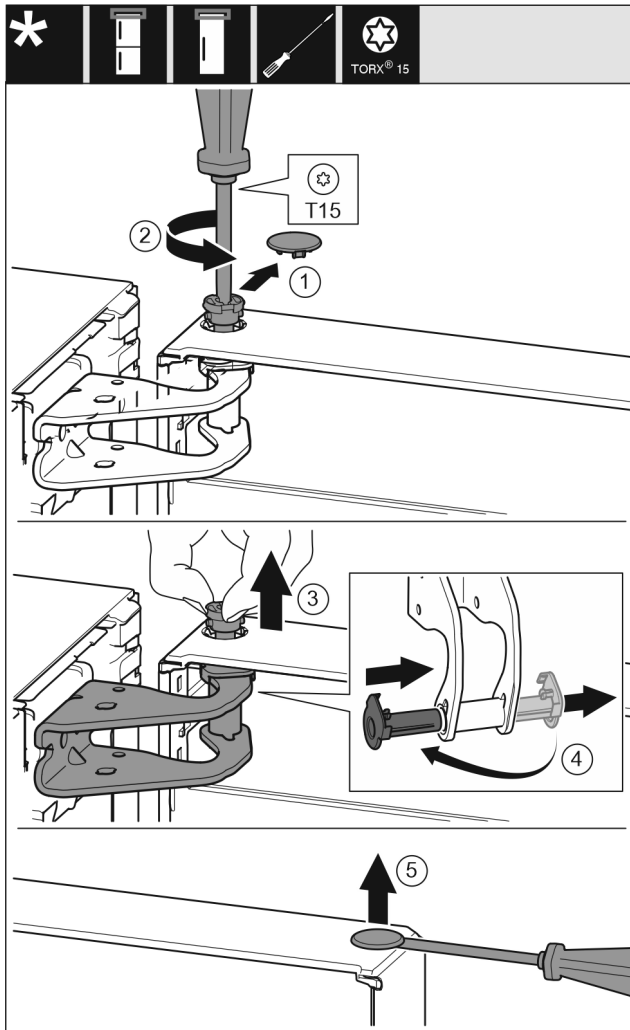

Fig. 13
- ▶ Осторожно снимите предохранительную крышку. Fig. 13 (1)
- ▶ Немного выкрутите палец отверткой T15. Fig. 13 (2)
- ▶ Удерживая дверь, извлеките палец вручную. Fig. 13 (3)
- ▶ Опорную втулку вытяните из направляющей. Установите и зафиксируйте с другой стороны. Fig. 13 (4)
- ▶ Осторожно приподнимите и извлеките при помощи шлицевой отвертки заглушку из опорной втулки двери. Fig. 13 (5)